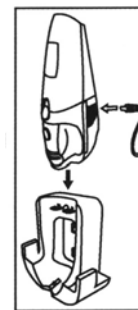

Fig. 1
3. Coloque la unidad sobre el soporte de carga. La luz indicadora de carga se encenderá verde para indicarle que la aspiradora está colocada correctamente en el soporte cargador y que se está cargando. (Fig. 1)